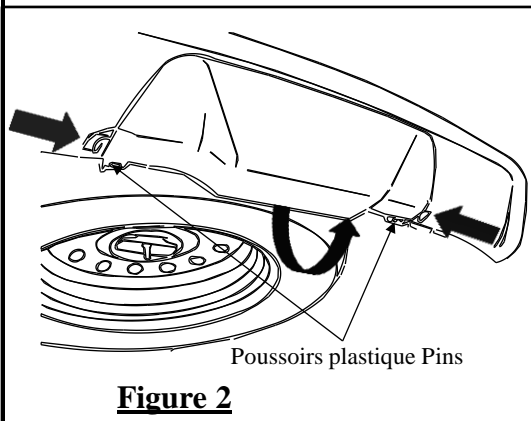

Figure 2
2. Retirez la trappe d'accès sur le carénage arrière en enlevant les deux épingles en plastique avec un #2 tournevis cruciforme et poussant l'extérieur deux languettes vers l'intérieur. (Figure 2)